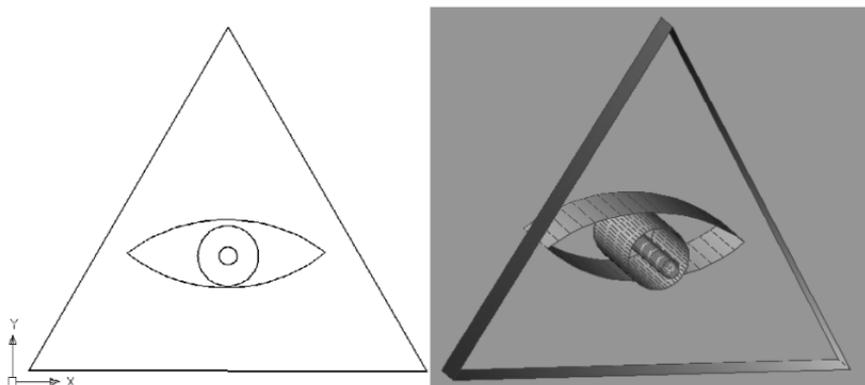

Рис. 7.10. Исходные примитивы и их
4. На виде сверху постройте треугольник, две замкнутые дуги окружности и две окружности в виде глаза и зрачка, как изображено на рис. 7.10, слева:
5. Сохраните файл. Поверхностная модель эзотерического треугольника представлена на рис. 7.10, справа, в режиме отображения **Realistic** (Реалистичный).